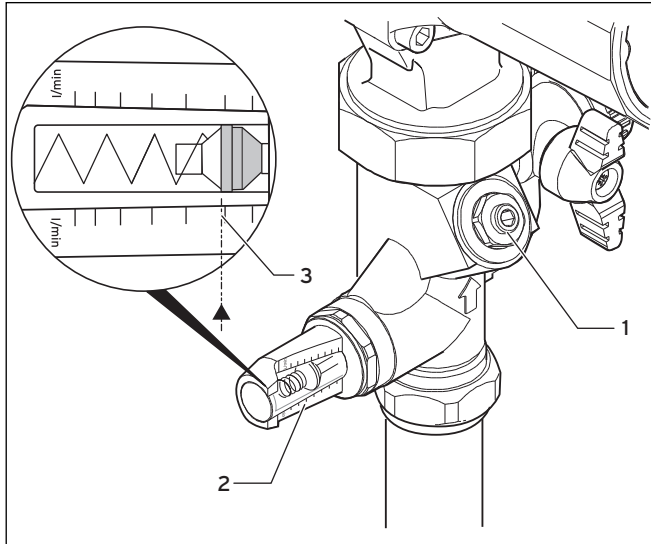

Abb. 5.1 Einstellen des Durchflusses der Solarstation
Der Ablesepunkt des Schwimmers wird durch die gestrichelte Linie (→Abb. 5.1, Pos. 3) dargestellt.
- Die Feineinstellung des Volumenstroms ist am Stellventil des Durchfluss Mengenbegrenzers (→Abb. 5.1, Pos. 1) durchführbar.
Den eingestellten Wert können Sie an der Anzeige (→Abb. 5.1, Pos. 2) des Durchfluss-Mengenbegrenzers ablesen. Die Skala des Durchfluss-Mengenbegrenzers ist in l/min eingeteilt. Sie können die Skala drehen und so den Wert leichter ablesen.